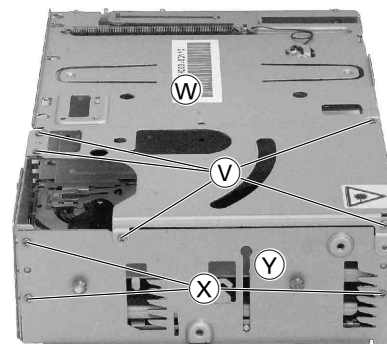

Fig. 11
- 3 Schrauben (X) (Fig. 11) herauserschrauben und Seitenteil (Y) abnehmen.
- Undo 3 screws (X) (Fig. 11) and remove the side part (Y).